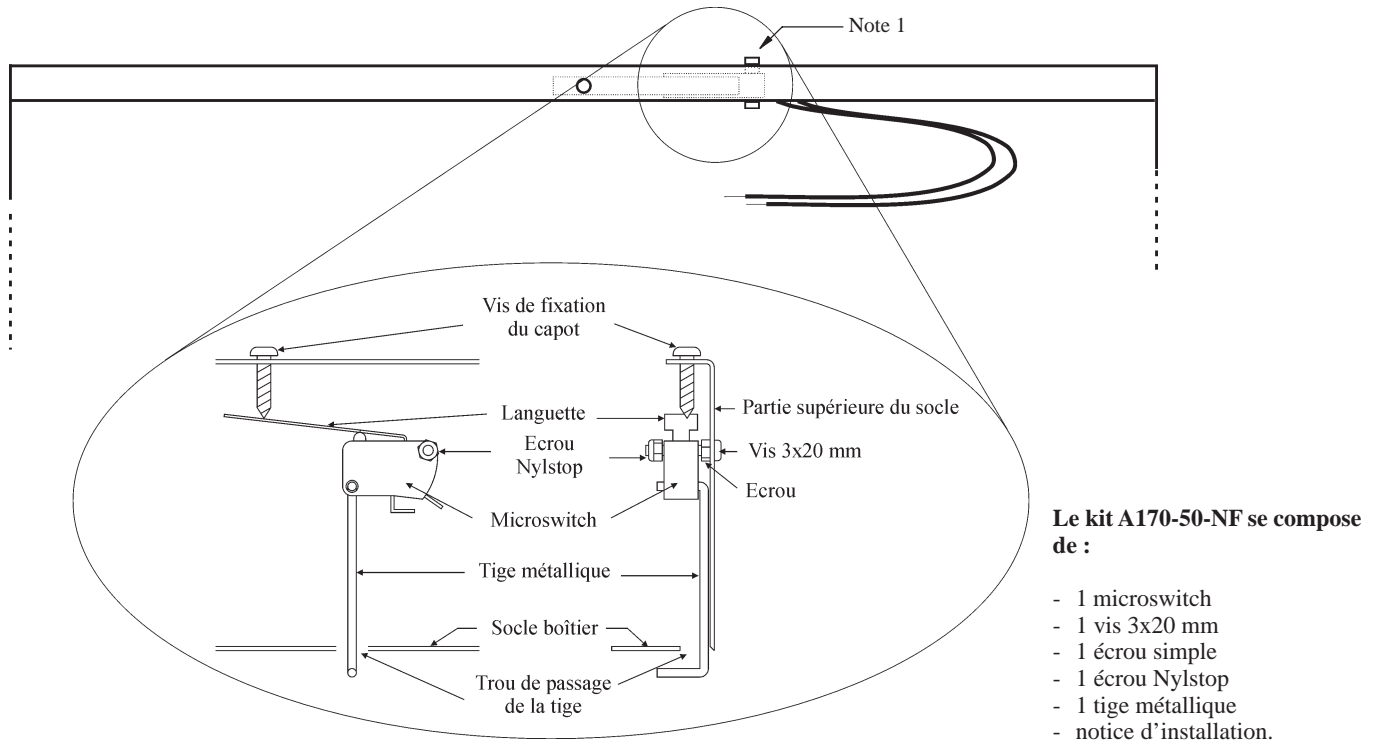

Figure 2-8. Installation du microswitch d'autoprotection anti-arrachement sur les centrales Galaxy.
L'autoprotection anti-arrachement des centrales Galaxy est assurée par un microswitch à installer conformément à la figure 2.8 ci-dessous. Ce microswitch est fourni avec le kit A170-50-NF (en option).
4. Placer le microswitch en orientant sa languette du côté de la vis de fixation du capot de la centrale, conformément à la figure 2-8. N'oubliez pas de placer le retour de la tige métallique dans le trou inférieur du microswitch.